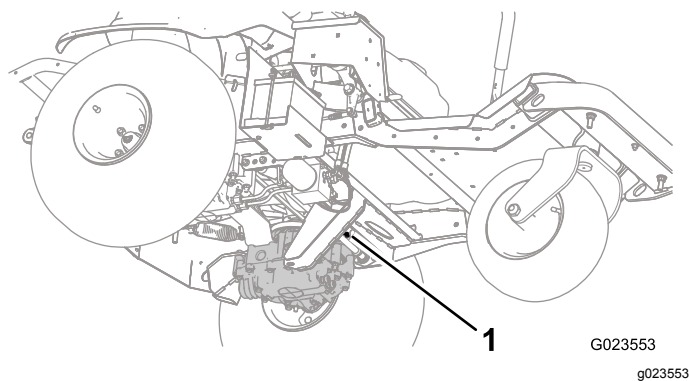
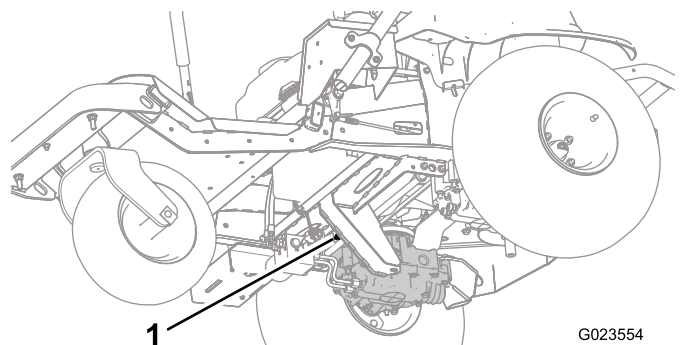
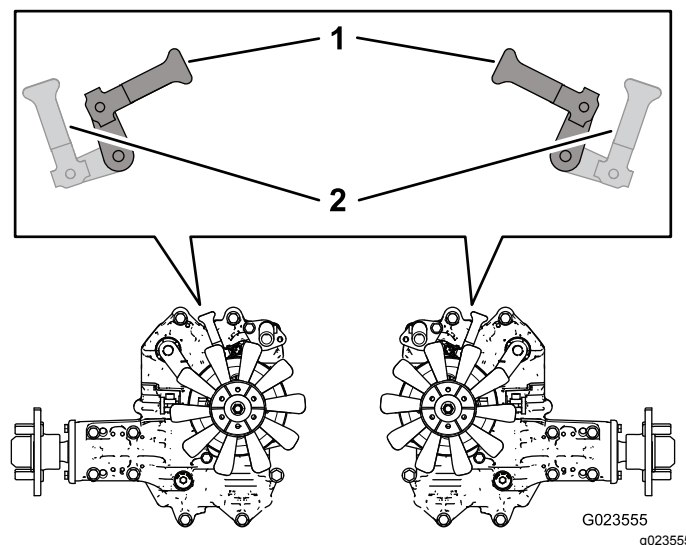

Figura 27
Figura 28
Figura 29
2. Da sotto la macchina, ruotate le leve delle valvole di bypass (Figura 27 e Figura 28) in modo che siano rivolte all'interno, verso il centro della macchina (Figura 29) e disinserite il freno di stazionamento; fate riferimento a Uso del freno di stazionamento \(pagina 24\).
3. Quando avete terminato di spingere o trainare la macchina, ruotate le leve delle valvole di bypass in modo che siano rivolte verso la parte anteriore della macchina, per poterla nuovamente guidare (Figura 29).